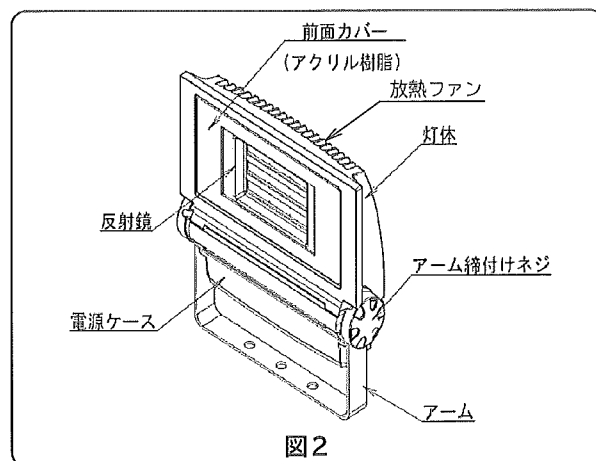
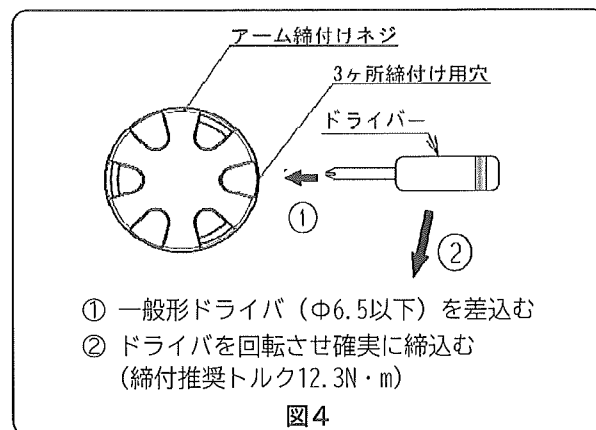

図2
図4
1. 図2のアーム締付ねじを緩めて照射角度に合わせてください。
2. 照射角度調整後、しっかりと締付け直してください。手での締付けが不十分な場合、図2の締付ねじに締付用の穴がありますので、図4のように一般形のドライバ（先端径φ6.5以下）で確実に締付けてください。